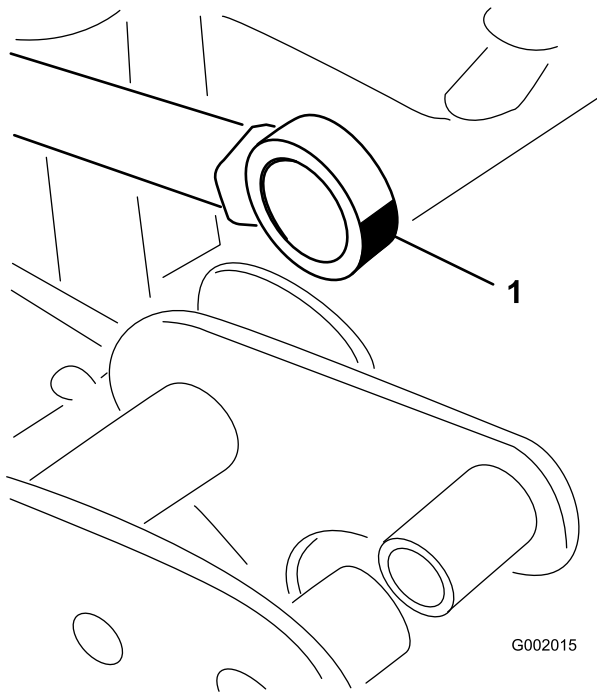

Bild 50
5. Drehen Sie das Lagerende der Aktuatorstange und schmieren Sie Schmiermittel in das Lager (Bild 50). Wischen Sie überflüssiges Fett ab.